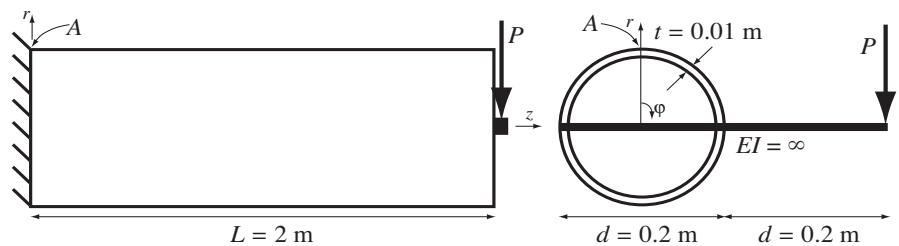

FIG. 2 Konsolbalk belastad med excentrisk punktlast (OBS! ej proportionell skiss)
2. En balk, med längden $L = 2$ m och med ett tunnväggigt, cirkulärt tvärsnitt med diametern $d = 0.2$ m och tjockleken $t = 0.01$ m, monteras och belastas med en excentrisk punktlast P enligt Fig. 2. (Punktlasten angriper via en helt stel hävarm). Bestäm maximalt P som kan tillåtas om högsta tillåtna effektivspänning enligt Tresca får vara $\sigma_e = 300$ MPa i punkt A. (3p)